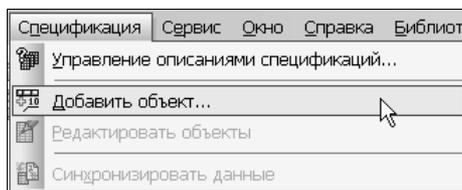

Рис. 9.98. Вызов команды **Добавить объект...** из меню **Спецификация**
2. Вызовите команду **Добавить объект...** из меню **Спецификация** (рис. 9.98).